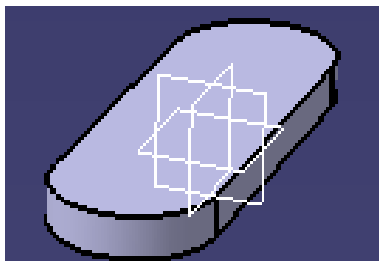

图 13-2
(1) 菜单中选择 Insert → Existing Component 后, 重复四次打开 Part 中生成的模型, 菜单中选择 Start → Assembly Design, 点击 Manipulation  后如图排列 (见图 13-2, 13-3);